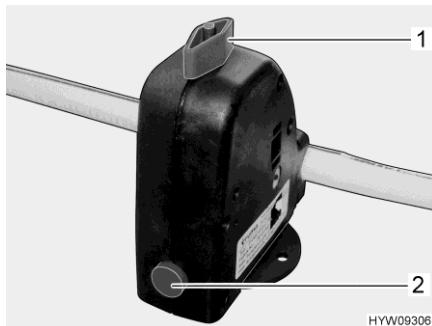

Fig. 150 Valvola di sicurezza/di scarico (Truma)
- Chiudere la valvola di sicurezza/di scarico (Truma). A tal fine ruotare la manopola (Fig. 150,1) verticalmente rispetto alla valvola di sicurezza/di scarico e premere verso l'interno il bottone automatico (Fig. 150,2).